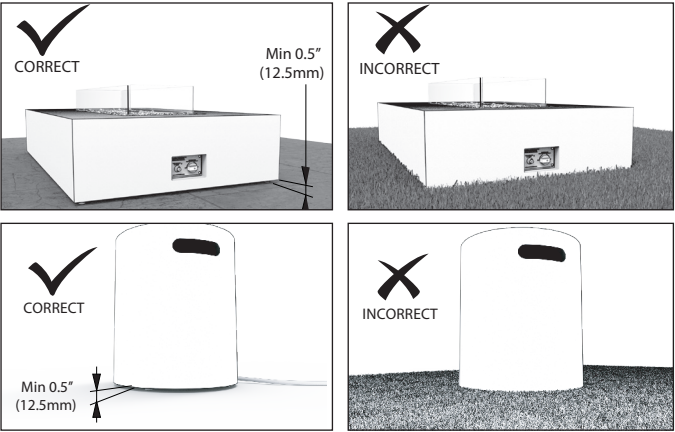

图1
1. 将设备放置在整个设备长度和宽度延伸的坚硬、平坦的表面上。设备和LP气罐盖可以放置在可燃表面（如木质露台）或不可燃材料表面（如混凝土）上。始终要注意设备两侧和顶部的间隙（请参见图1和图2）。
3. 不要将家电放置在草地、人造草坪、地毯、岩石或任何不平坦的表面上。见图1。
4. 对于LP气罐盖（如果有购买），请按照上述相同的说明操作。见图1。